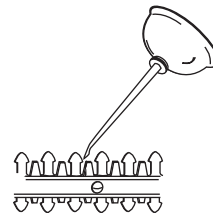

Fig. 7
1. Aplique aceite de máquina ligero a lo largo del borde de la cuchilla superior (Fig. 7).